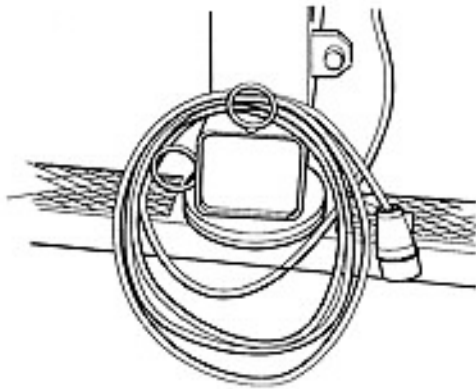

Bild 20 / Fig. 20
- ⇒ Hang the mains cable on the left holding ring. (The cable has to be wound up if it is not used.) (Fig.20)
- ⇒ Suspendre le câble de réseau à l'oeillet de retenue gauche (le câble doit être enroulé lorsqu'il n'est pas utilisé.) (fig.20)
- ⇒ Netzkabel an der linken Halteöse einhängen (aufgerollt bei Nichtgebrauch) (Bild 20).